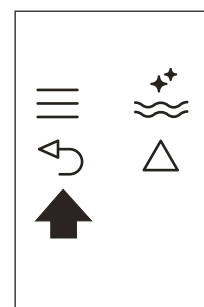

Fig. 25
- Prima duas vezes o ícone  (B6) (Fig. 25) para sair do menu.
- ▶ Prima duas vezes o ícone $\rightarrow$ (B6) (Fig. 25) para sair do menu.